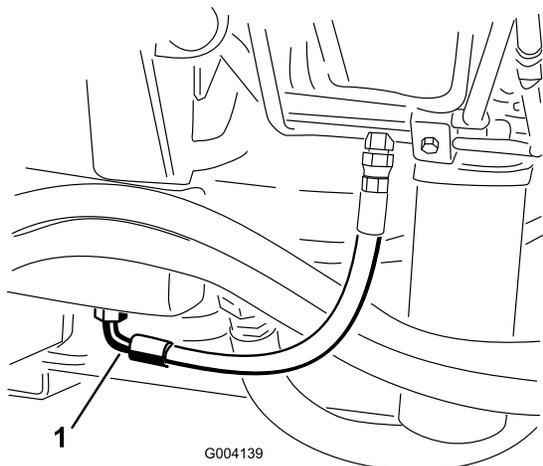

Figura 78
2. Coloque um recipiente de escoamento grande debaixo do encaixe preso à parte de baixo do reservatório do fluido hidráulico (Figura 78).